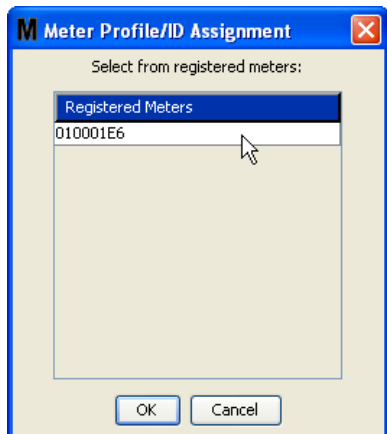

Рис. 88
- Кнопки «LINK» [СВЯЗАТЬ] и «UNLINK» [ОТМЕНИТЬ СВЯЗЬ]. Когда полностью заполните все параметры окна профиля расходомера, нажмите кнопку «Link» [Связать], чтобы отобразить окно «Meter Profile/ID Assignment» [Назначение идентификатора профилю расходомера] Рис. 88. Из списка зарегистрированных расходомеров выберите требуемый профиль. Нажмите кнопку «OK» [ОК], чтобы закрыть окно и сохранить изменения.